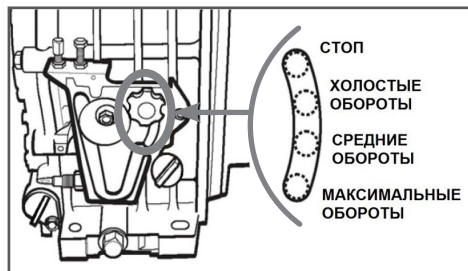

Рис. 16 Управление оборотами двигателя
3. Ослабьте затяжку гайки-фиксатора рычага управления оборотами двигателя, переведите гайку-фиксатор по направляющему пазу вниз до упора (в положение «МАКСИМАЛЬНЫЕ ОБОРОТЫ»), после чего затяните гайку (Рис. 16).
- Ослабьте затяжку гайки-фиксатора рычага управления оборотами двигателя, переведите гайку-фиксатор по направляющему пазу в положение «ХОЛОСТЫЕ ОБОРОТЫ», после чего затяните гайку (Рис. 16).
Прогретый двигатель можно запускать, сразу установив гайку-фиксатор рычага управления оборотами двигателя в положение «СРЕДНИЕ ОБОРОТЫ» или «МАКСИМАЛЬНЫЕ ОБОРОТЫ» (Рис. 16).
4. Ослабьте затяжку гайки-фиксатора рычага управления оборотами двигателя, переведите гайку-фиксатор по направляющему пазу вниз в положение «ХОЛОСТЫЕ ОБОРОТЫ», после чего затяните гайку (Рис. 16).
1. Ослабьте затяжку гайки-фиксатора рычага управления оборотами двигателя, переведите гайку-фиксатор по направляющему пазу вверх в положение «ХОЛОСТЫЕ ОБОРОТЫ», после чего затяните гайку (Рис. 16).
3. Ослабьте затяжку гайки-фиксатора рычага управления оборотами двигателя, переведите гайку-фиксатор по направляющему пазу вверх до упора в положение «СТОП», после чего затяните гайку (Рис. 16).
1. Ослабьте затяжку гайки-фиксатора рычага управления оборотами двигателя, переведите гайку-фиксатор по направляющему пазу вверх до упора в положение «СТОП», после чего затяните гайку (Рис. 16).
1. После прогрева двигателя ослабьте затяжку гайки-фиксатора рычага управления оборотами двигателя, переведите гайку-фиксатор по направляющему пазу вниз до упора (в положение МАКСИМАЛЬНЫЕ ОБОРОТЫ), после чего затяните гайку (Рис. 16). Мотопомпа при этом начнет работать в режиме максимальной производительности.